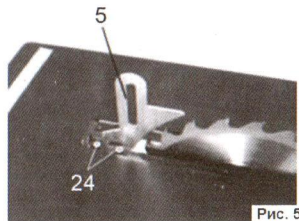

Рис. 5
- Отрегулируйте положение расклинивающего ножа (5) отпустив винты (24)(См. Рис.5).
- После регулировки положения ножа, плотно закрутите винты (24)(См. Рис.5).